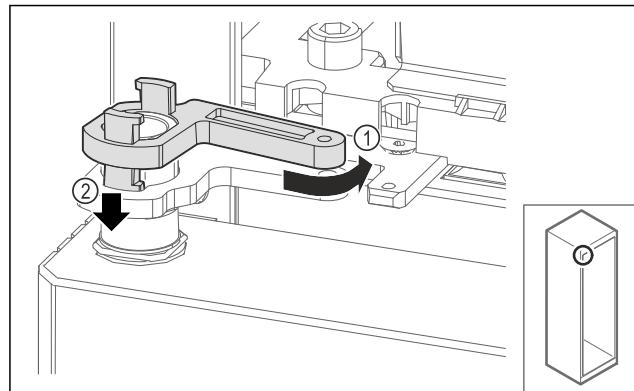

Fig. 59
- ▶ Girar ligeramente el bloqueo del soporte de cojinetes hacia atrás Fig. 59 (1), presionarlo hacia abajo Fig. 59 (2) y bloquearlo en el ángulo de bisagra.